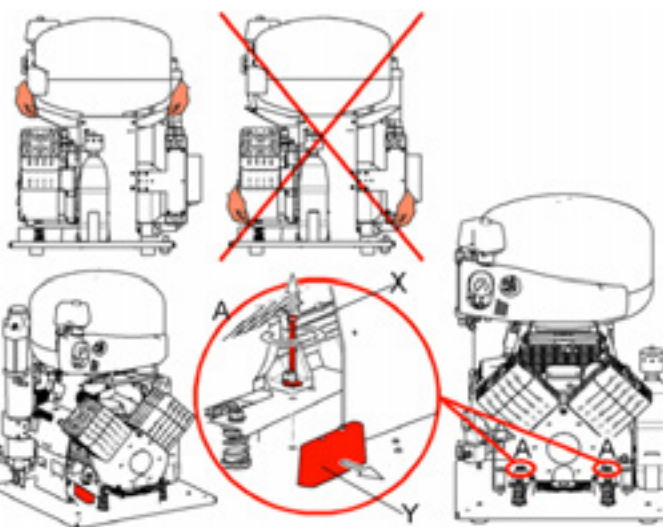

Fig.8 Déblocage
**Compresseur dentaire DK50 2V, DK50 2V/M, DK50 2V/110, DK50 2V/110/M, DK50 2x2V/110, DK50 2x2V/110/M (Fig.8)**
Compresseur dentaire en coffret DK50 2VS (Fig.6, Fig.8)
Compresseur dentaire en coffret DK50 2VS/M (Fig.6, Fig.8)